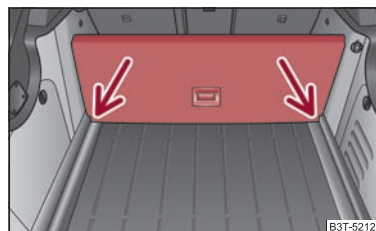

Abb. 86 Gepäckraum: Gepäckraum mit variablem Ladeboden unterteilen
- Heben Sie den Teil mit der Halterung an und sichern Sie diesen durch Einschieben in die Nuten ⇒ Abb. 86. ■